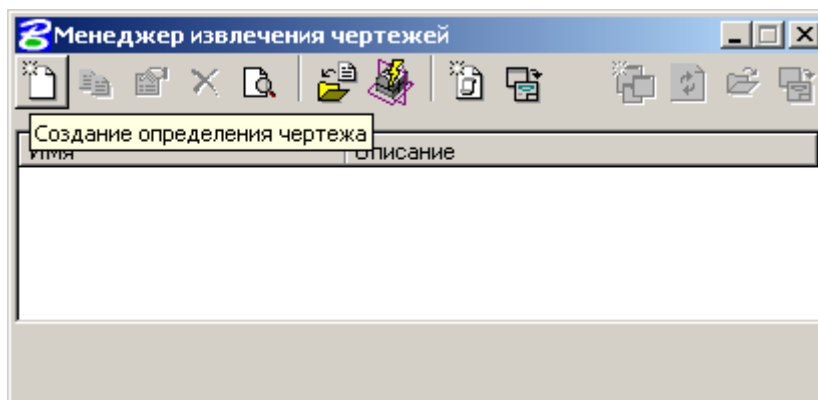

Рисунок 30
- В появившемся диалоговом окне (Рисунок 30) нажать кнопку **Создать**.